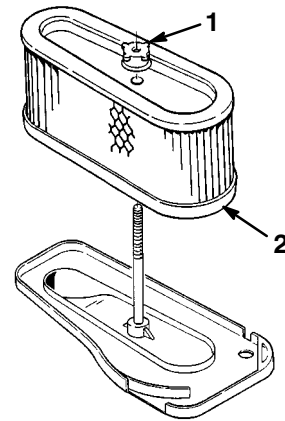

Figure 21
4. Dévissez l'écrou en caoutchouc et retirez l'élément en papier (Fig. 21).
1. Enfilez le filtre complet sur la longue tige. Vissez ensuite l'écrou en caoutchouc à la main, en appui contre le filtre à air (Fig. 21).